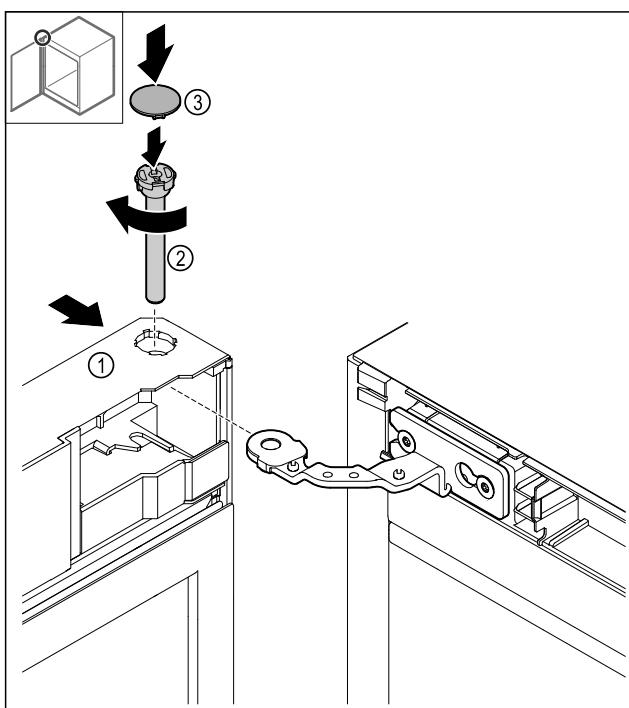

Fig. 51
- ▶ 将上部冰箱门 Fig. 51 (1)推到铰链上。
- ▶ 插入螺柱 Fig. 51 (2)并顺时针拧紧。
- ▶ 安放盖板 Fig. 51 (4)。